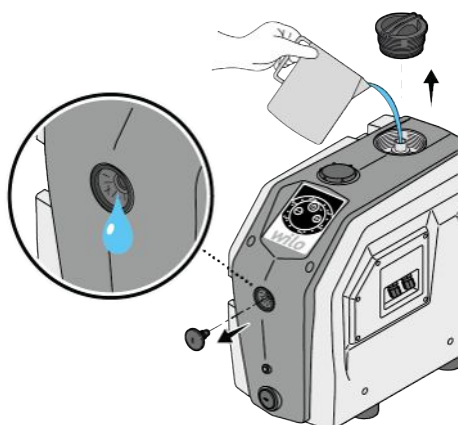

Fig. 9: Заповнення
- Заповнювати виріб водою (прибл. 1,5 л), доки вода не виходитиме з вентиляційного отвору (Fig. 9).